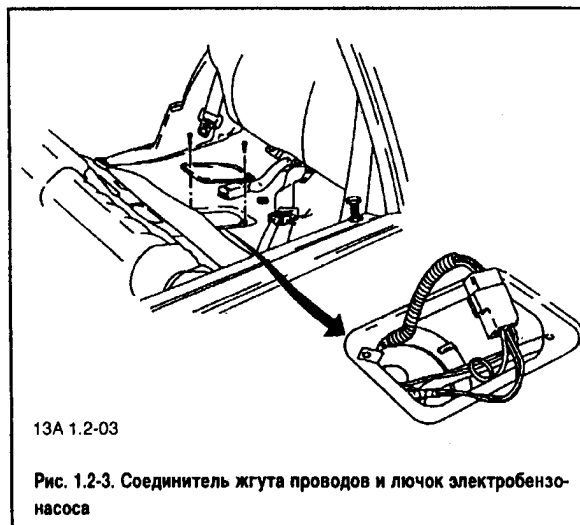

Рис. 1.2-3. Соединитель жгута проводов и лючок электробензонасоса
2. Отсоединить провода от электробензонасоса (см. рис. 1.2-3).
2. Снять лючок электробензонасоса (рис. 1.2-3) и отсоединить от него провода.